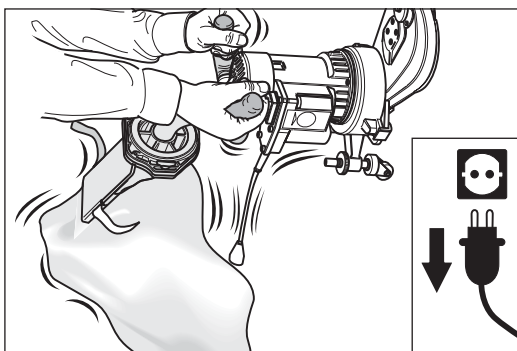

Abb. 17 Die Staubreste aus der Maschine in den Staubsaugbeutel schütteln.
- 5 Schütteln Sie die Staubreste aus der Maschine in den Staubsaugbeutel (Abb. 17).